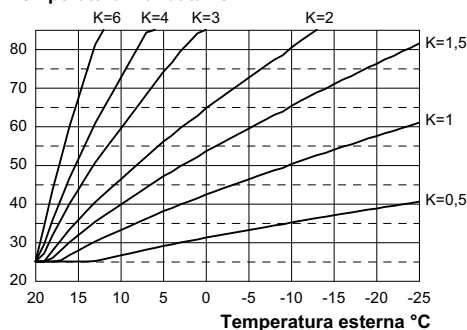
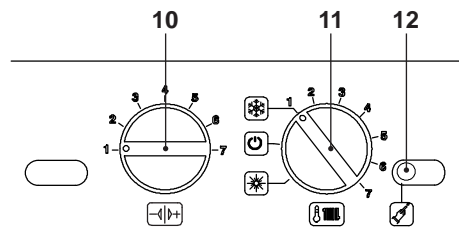

Figura 5.55
Figura 5.56
Il coefficiente K è un parametro che innalza o abbassa la temperatura di mandata caldaia al variare della temperatura esterna. Quando si installa la sonda esterna bisogna impostare questo parametro in base al rendimento dell'impianto di riscaldamento per ottimizzare la temperatura di mandata (Figura 5.55).
all'impianto di riscaldamento di 60°C con una esterna di -5°C si deve settare un K di 1,5 (linea tratteggiata in Figura 5.55).
- Posizionare le manopole 10 e 11 indicato in Figura 5.56.
- Per settare il coefficiente K, determinato dalla Figura 5.55 bisogna entrare in programmazione premendo per 15 secondi il pulsante di ripristino 12, in Figura 5.56 fino alla comparsa del parametro **P01** sul display LCD; sul display LCD compare la seguente visualizzazione (la sequenza **P01** si alterna a -- -- --).
- Premere il pulsante di ripristino 12, in Figura 5.56, per lo scorrimento dei vari parametri sino al raggiungimento del parametro **P15** valido per il settaggio del coefficiente K; sul display LCD compare a seguente visualizzazione (la sequenza **P15** si alterna a **00**).
ad un massimo di **255** in base alla curva scelta del coefficiente K in Figura 5.55.